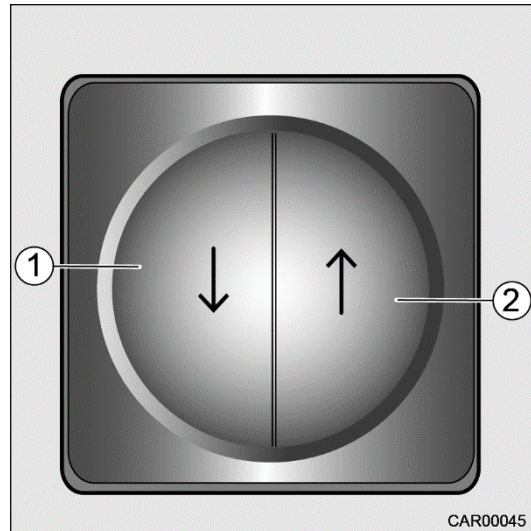

Fig. 74 Lit de pavillon électrique en cabine
2. Appuyer sur la touche (Fig. 74/1) et la maintenir appuyée pour abaisser le lit de pavillon. Abaisser complètement le lit de pavillon jusqu'à son support.
1. Appuyer sur la touche (Fig. 74/2) et la maintenir appuyée. Relever le lit de pavillon complètement jusqu'en butée.